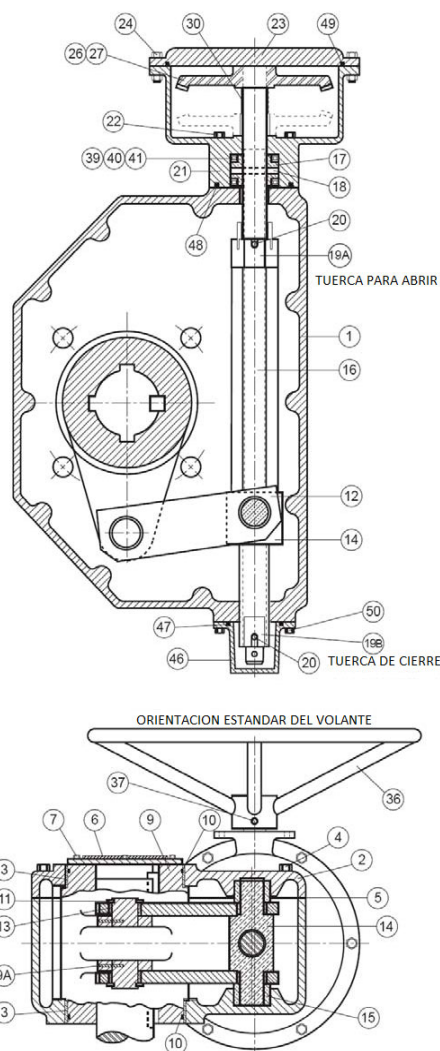

FIGURA 7. ACTUADOR DE TUERCA DESLIZANTE
Un **actuador de tuerca deslizante** (Figura 7) tiene una varilla roscada (16) que impulsa una tuerca (14) de un extremo de la carcasa a otro. La tuerca deslizante a su vez acciona una palanca ranurada (9) a través de 90 grados de rotación. Actuadores del tipo tuerca deslizante o móvil, proporcionan una rotación más lenta, pero con una mayor multiplicación del torque en los extremos del recorrido